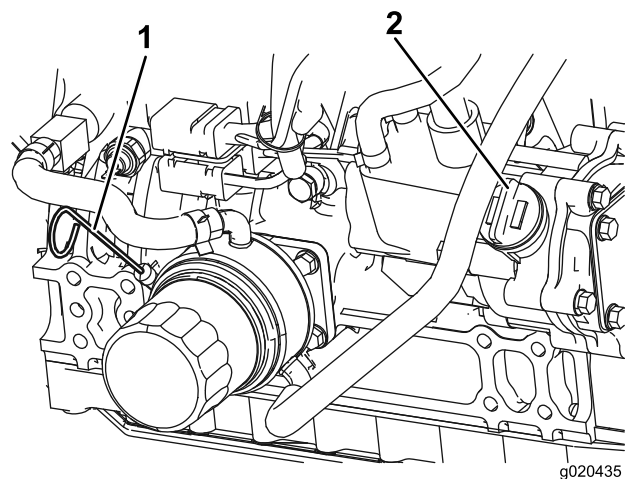

Figura 74
3. Retire la varilla, límpiela, vuelva a colocarla en el tubo y retírela de nuevo. El nivel de aceite debe estar entre las marcas "lleno" y "añadir" (Figura 74).